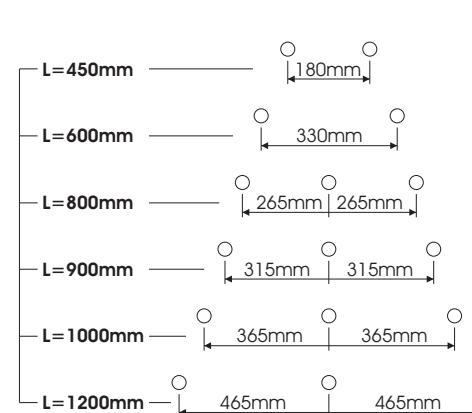
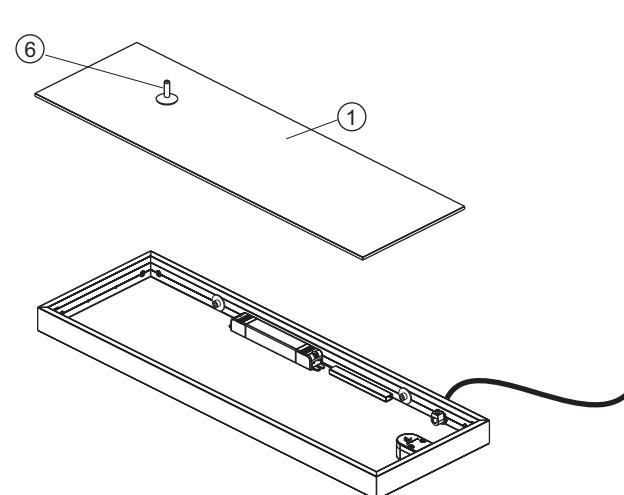
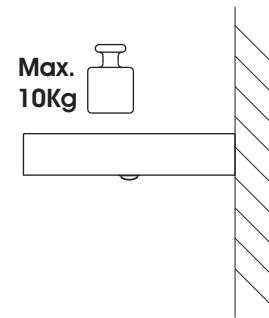

Fig. 1
Fig. 2
Fig. 3
INSTALLAZIONE (fig. 1,2):
- Inserire i tasselli (2) nei fori praticati nella parete.
- Appoggiare la lampada alla parete e fissarla usufruendo delle apposite rondelle (3) e viti (4) fornite in confezione.
- Appoggiare il vetro (1) nell'apposito vano della lampada rivolgendo la parte lucida verso l'esterno (fig. 2).
- Collegare il cavo (5) della lampada alla rete di alimentazione 220-240V usando dispositivi di connessione certificati in conformità alla norma EN 60998 (morsetti a vite 230V 2x1.5mm² certificati).
- Portata massima consigliata 10Kg (fig. 3).
INSTALLATION (Abb. 1,2):
- Den Lampenschirm (1) abmachen und dazu den mitgelieferten Saugnapf (6) benützen.
- Zwei oder 3 Löcher Ø6mm in die Wand bohren in Abstand wie in Abb. 1 gezeigt.
- Die Dübel (2) in die Löcher in der Wand stecken.
- Die Lampe an die Wand halten und mit den beiliegenden Schrauben (4) befestigen. Dabei die Unterlegscheiben (3) verwenden.
- Den Lampenschirm (1) so in seinen Sitz an der Lampe einsetzen, dass die glänzende Seite nach außen zeigt(abb.2).
- Das Stromkabel (5) der Lampe an das Stromnetz 220-240V anschließen und dazu nur zertifizierte Anschlussvorrichtungen nach Norm EN 60998 benutzen (zertifizierte Schraubeklemmen 230V 2x1.5mm²).
- Empfohlene Belastbarkeit max.10 Kg (Abb. 3).
- Öter la plaque de verre (1) avec la ventouse (6) fournie dans l'emballage.
- Insérer les chevilles (2) dans les perçages du mur.
- Fixer l'étagère au mur avec les rondelles spéciales (3) et vis (4) fournies dans l'emballage.
- Remettez la plaque de verre (1) en place, le côté brillant tourné vers l'extérieur (fig.2).
- Réunissez-Vous le câble (5) de la lampe au réseau d'alimentation 220-240V qui en utilise dispositifs de connexion certifiés en conformité à la règle EN 60998 (bornes avec vis 230V 2x1.5mm² certifiées).
INSTALACIÓN (fig. 1,2):
- Introduzca los tornillos de expansión (2) en los agujeros hechos en la pared.
- Apoye la lámpara en la pared y fíjela utilizando las arandelas (3) y los tornillos (4) específicos incluidos en el paquete.
- Apoye el cristal (1) en el vano correspondiente de la lámpara, orientando la parte brillante hacia el exterior (fig.2).
- Conectar el cable (5) de la lámpara a la red de alimentación 220-240V usando dispositivos de conexión certificados en conformidad a la norma EN 60998 (fichas a tornillo 230V 2x1.5mm² certificados).
- Llevada maxima aconsejado 10Kg (fig. 3).